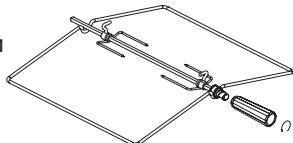
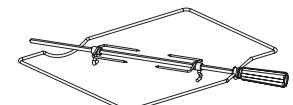

рис. 14
рис. 14.1
- Плиты комплектуются вертелом со съемной рукояткой (рис.14). В зависимости от комфортности плиты могут комплектоваться вертелями другого исполнения (рис.14.1). При установке и извлечении использовать рукоятку, которая накручивается на резьбовую втулку.